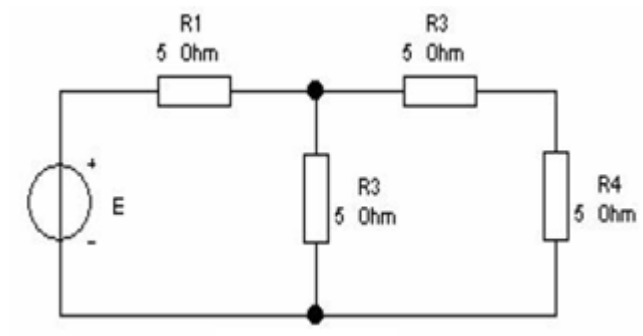

Рисунок 3.2.
2. На рис. 3.2. приведена схема електричного кола. Відомо, що через резистор R_2 протікає струм $I = 1\text{А}$. Визначити ЕРС ідеального джерела напруги на опорах і струми, що протікають через резистори.